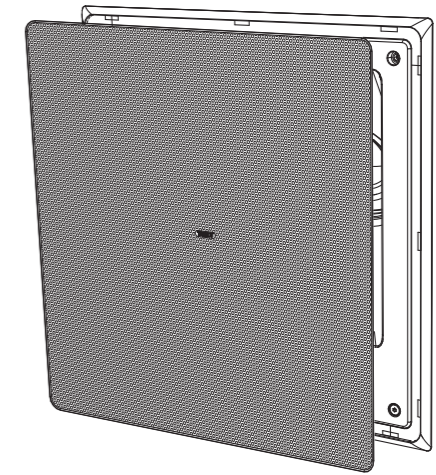

Fig. 21. Install the grille
1. La griglia deve essere montata con cura allineando accuratamente i bordi della griglia con il deflettore e i bordi interni del telaio (Fig. 21). Per evitare danni da impronta, non premere il centro della griglia; applicare una pressione uniforme su ogni angolo mentre viene premuto saldamente in posizione.